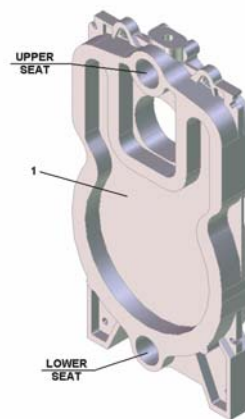

Рис. 3
1. Установите вертикально задний элемент котла. Прочистите и проверьте гнезда для двухконусных патрубков и поверхность разъема (Рис.3).